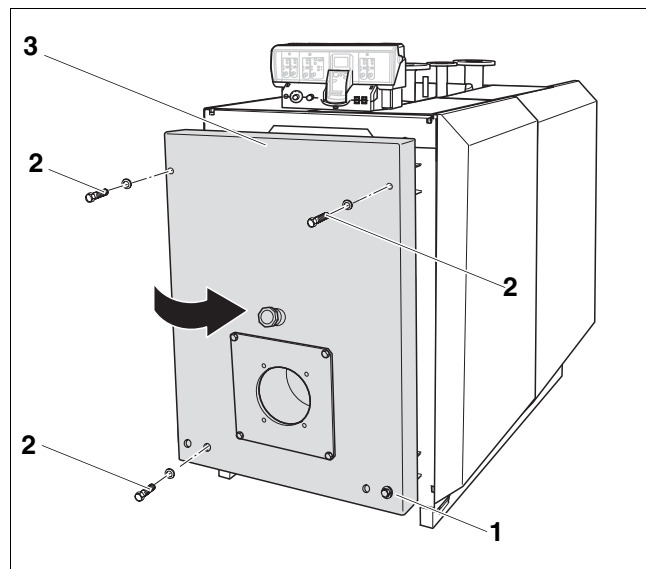

Рис. 38 Открывание дверцы горелки (здесь: дверца с правой навеской)
- Удалить три болта M12 (рис. 38, **поз. 2**) на дверце горелки (рис. 38, **поз. 3**).
- Если ось шарнира не свободна, то нужно слегка ослабить болт M16 (рис. 38, **поз. 1**), но не выкручивать его полностью.
- Закрывать дверцу горелки и прикрутить ее болтами M12 и M16 (рис. 38, стр. 43) крест-накрест.